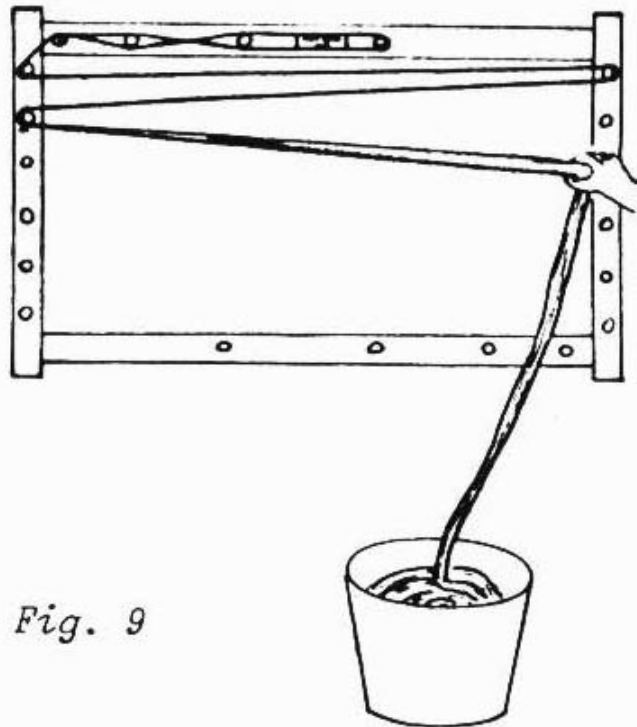

*Fig. 8*
*(Fig. 8)*
of warp. *(Fig. 8)*